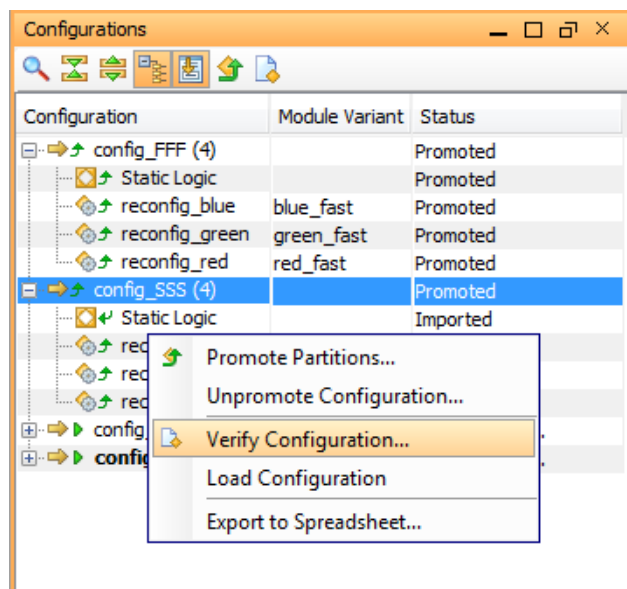

図 4-36 : コンフィギュレーションの検証
1. [Configurations] ビューでコンフィギュレーションを右クリックして [Verify Configuration] をクリックし、pr_verify を起動します (図 4-36)。これは、すべてのデザイン ルールにしたがっているかどうかを確認するため、パーシャル リコンフィギュレーション デザインで重要な手順です。